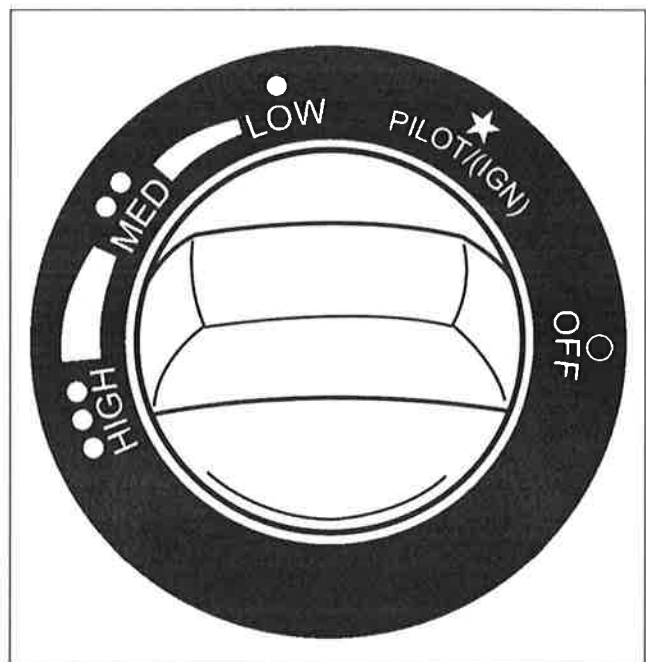

Figure 1
4. Enfoncer et tourner le Bouton de Contrôle dans le sens antihoraire à la position «PILOT» et tenir pendant 15 secondes. Alors que le Bouton de Contrôle est toujours enfoncé, le faire tourner à la position «OFF» et ensuite à la position «PILOT» afin de produire une étincelle à l'allumeur. (Si nécessaire, répéter jusqu'à ce que le pilote s'allume). Continuer de maintenir le bouton de contrôle enfoncé à la position «PILOT» pendant 30 secondes (voir figure 1).